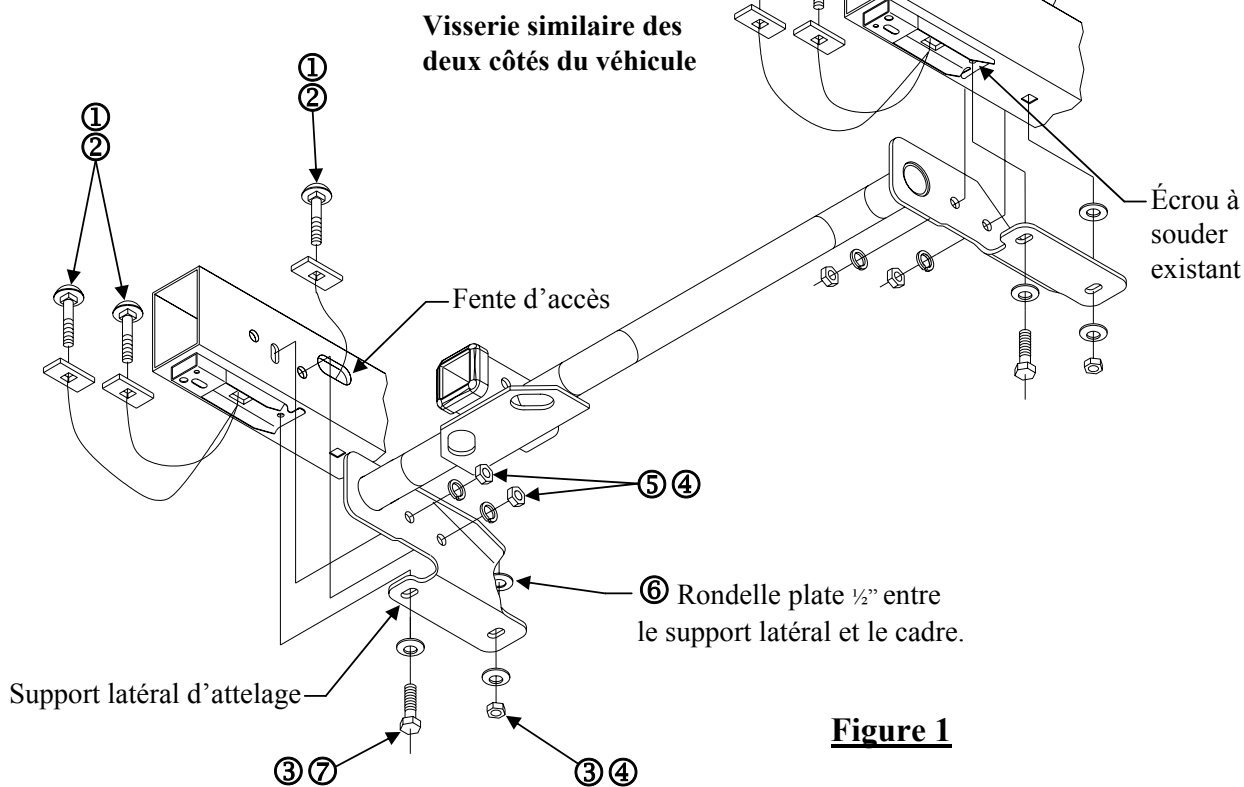

Figure 1
4. À l'aide d'un fil de tirage, faire passer un boulon de carrosserie 1/2 po et son bloc à travers la fente d'accès du cadre du véhicule, puis par en bas à travers l'orifice carré du cadre, et ce de chaque côté, comme illustré sur la figure 1.
Remarque : La rondelle plate DOIT être placée entre le support latéral d'attelage et le cadre à ce point de fixation, d'une façon similaire des deux côtés (voir la figure 1). Installer sans trop serrer les rondelles coniques et les écrous pour maintenir l'attelage en place.
7. À l'aide d'un fil de tirage, faire passer des boulons de carrosserie 1/2 et leurs blocs à travers le trou d'accès du cadre du véhicule, puis dans les trous sur le côté du longeron (deux par côté), comme illustré à la figure 1.
8. Installer les rondelles freins et les écrous (deux par côté), comme illustré à la figure 1.